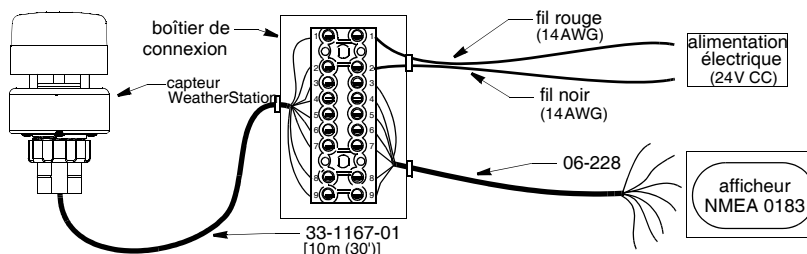

Figure 6. Câblage au boîtier de connexion (échelle non respectée)
Faites cheminer le câble de WeatherStation vers un boîtier de connexion (Figure 6). Faites cheminer un câble séparé du boîtier de connexion à l'afficheur NMEA. Faites cheminer les fils 14AWG (2 mm²) du boîtier de connexion à une alimentation 24 V CC. *Ne pas fixer les câbles et les fils à ce stade.*
ATTENTION: Votre instrument WeatherStation a soit une référence RS-422 ou RS-232. Vous devez suivre le schéma de câblage de la figure 6 ou 7 qui correspond à votre instrument WeatherStation. Si il est câblé pour la mauvaise référence, il ne sera pas transmettre et recevoir des données correctement.
2. Dénudez 60 mm (2-1/2") d'isolant extérieur et repliez le blindage de l'extrémité dénudée (Figure 6 ou 7).